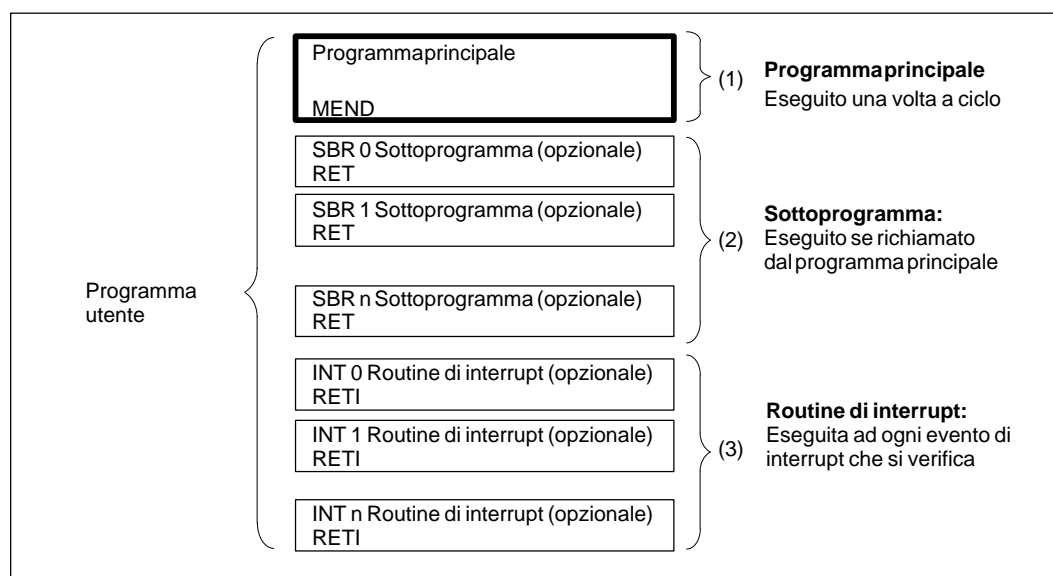

Figura 6-6 Struttura di programma di una CPU S7-200
I programmi per la CPU S7-200 sono costituiti di tre elementi di base: programma principale, sottoprogrammi (opzionali) e routine di interrupt (opzionali). Come riportato alla figura 6-6, un programma di S7-200 è articolato strutturalmente negli elementi seguenti.
- **Programma principale:** il corpo del programma è costituito dal luogo in cui vengono poste le operazioni che controllano l'applicazione. Le istruzioni del programma principale sono eseguite sequenzialmente una volta a ciclo dalla CPU. Per terminare il programma principale si utilizza l'operazione Fine assoluta in KOP e Termina programma principale in AWL (MEND). Consultare (1) alla figura 6-6.
- **Sottoprogrammi:** elementi opzionali del programma principale che vengono eseguiti solo se richiamati dal programma principale. I sottoprogrammi vanno posti alla fine del programma principale (dopo l'operazione Fine assoluta in KOP e MEND in AWL). Si utilizzi un'operazione di Fine del sottoprogramma (RET) per terminare ogni sottoprogramma. Consultare (2) alla figura 6-6.
- **Routine di interrupt:** elementi opzionali del programma utente eseguiti al verificarsi di eventi di interrupt. Le routine di interrupt vanno poste alla fine del programma principale (dopo l'operazione Fine assoluta in KOP e MEND in AWL). Si utilizzi una operazione di Fine della routine di interrupt (RETI) per terminare ogni routine di interrupt. Consultare (3) alla figura 6-6).